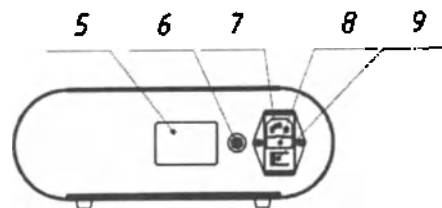

Рис.6. Задняя панель блока ИК коагулятора.
Маркировка изделия размещается на задней стенке блока ИК коагулятора (рис.6, поз.5) и на потребительской упаковке.
6. Подключить разъем выравнивания потенциалов на задней панели блока ИК коагулятора (рис.6, поз.6) к шине выравнивания потенциалов помещения (если таковая имеется).
7. Подключить кабель питания к разъему на задней панели блока ИК коагулятора (рис.6, поз.7) и к сети питания.
8. Включить выключатель на задней панели блока ИК коагулятора (рис.6, поз.7).